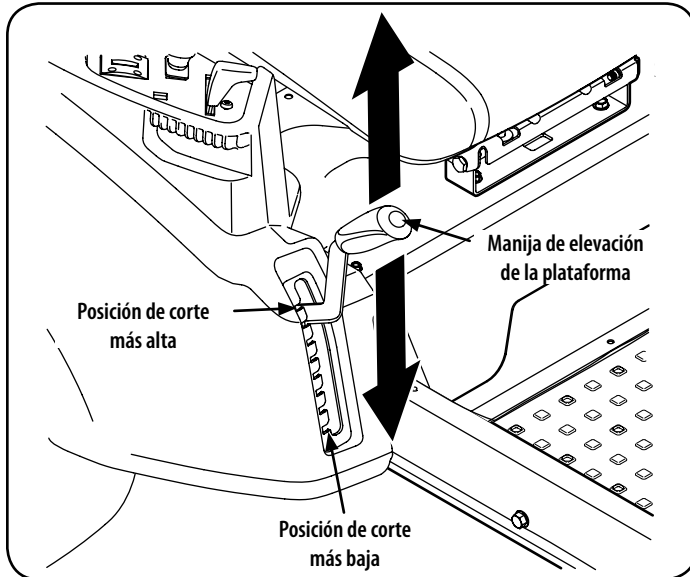

Figura 24
- Usando la manija de elevación de la plataforma, levante la plataforma a la posición que le ofrece mayor recorrido horizontal de la correa entre las poleas locas de la plataforma y la polea de la PTO en la base del motor. Vea la Figura 24.
- Baje la plataforma hasta la posición más baja usando la manija de elevación de la plataforma. Vea la Figura 24.
- Coloque la manija de elevación de la plataforma en la posición de corte más elevada. Vea la Figura 24.